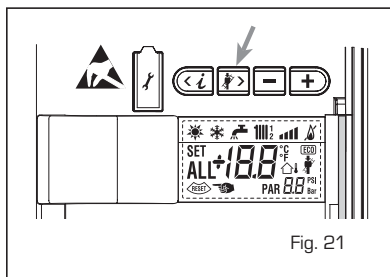

Fig. 21
4.4.2 Fonction ramoneur (fig. 21)